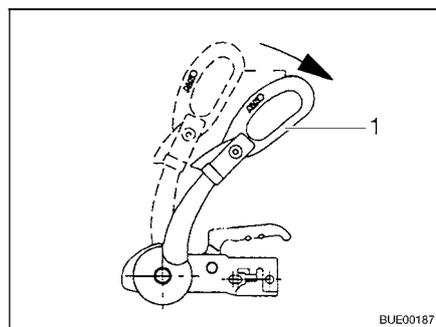

Fig. 195 Tirador de estabilización
- Abrir el tirador de estabilización (Fig. 195,1).